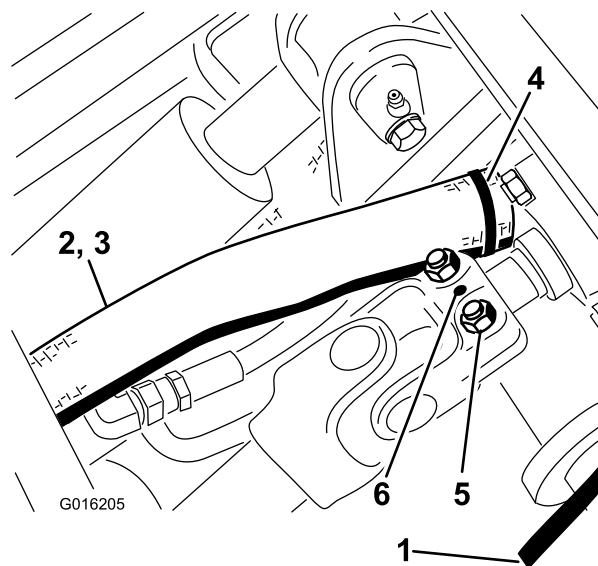

Figura 108
30. Montaggio del perno a rullo (Figura 108).